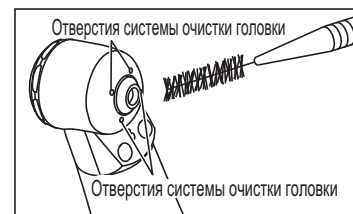

Рис. 2
- 1) Очистите наконечник от загрязнений и протрите спиртовой салфеткой или смоченным в спирте ватным тампоном (Рис.2). Не используйте металлические щетки.
Очистите наконечник от загрязнений и протрите спиртовой салфеткой или смоченным в спирте ватным тампоном (Рис.2). Не используйте металлические щетки. Проведите термодезинфекцию согласно инструкции к термодезинфектору.